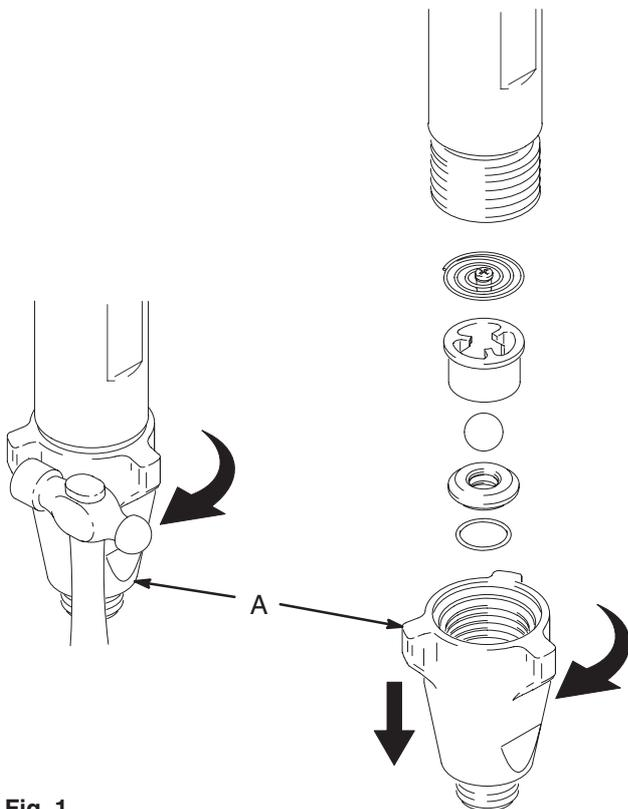

Fig. 1
1. Fig. 1. Retire la válvula de pie (A) de la bomba.